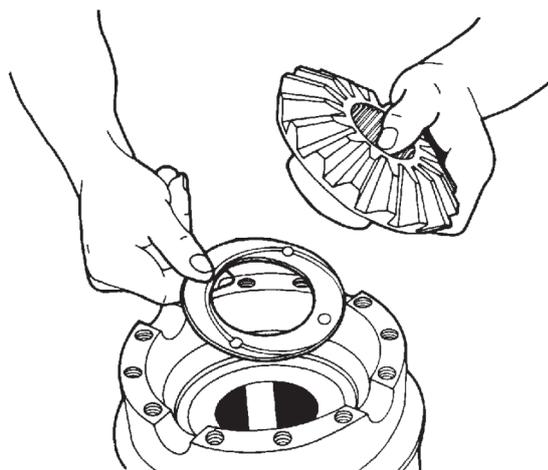

Figura 67
- F. Posicione o planetário - cubo curto, com sua arruela de encosto, na caixa metade planetária (Figura 67);